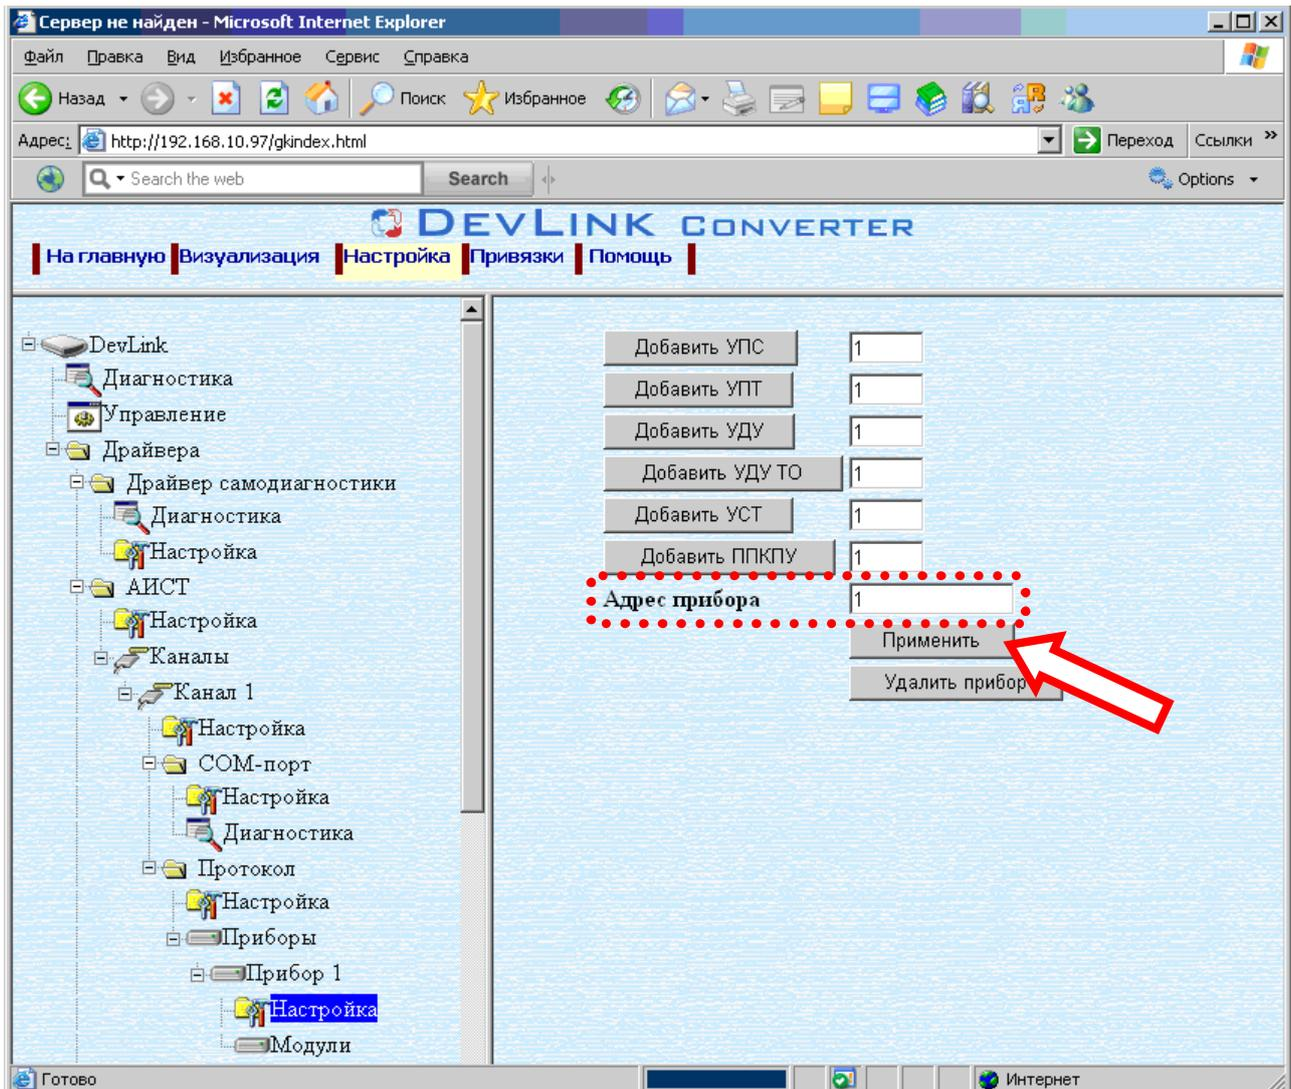

Рисунок 3.10 – Настройка прибора
- Выберите в дереве объектов папку «Настройка» прибора нужного канала драйвера (рисунок 3.10).
- Задайте необходимый *Адрес прибора* и нажмите кнопку «Применить» (рисунок 3.10).